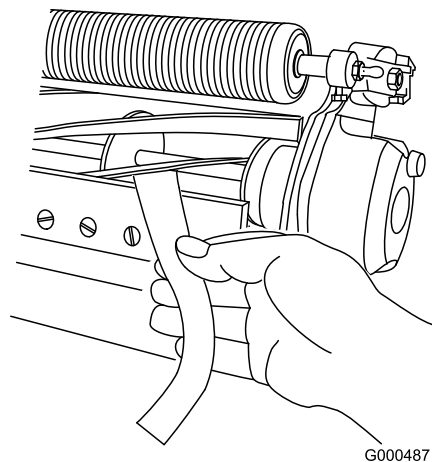

Bild 11
11. Testen Sie die Schnittleistung, indem Sie einen langen Streifen des Schnittleistungspapiers (Toro Bestellnummer 125-5610) senkrecht zum Untermesser zwischen die Spindel und das Untermesser legen (Bild 11). Drehen Sie die Spindel langsam vorwärts; das Papier sollte geschnitten werden.